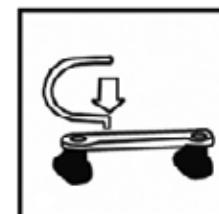

Fig. 1
2. Înșurubați roțile în benzile inferioare și legați capătul curbat al clemei în deschiderea din fiecare bandă (Fig. 1).